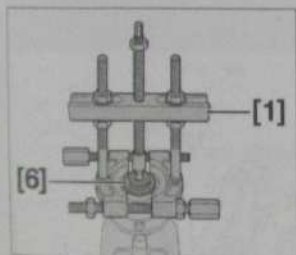

Fig. 38
- Positionner les outils [6] et [1] (Fig.38).